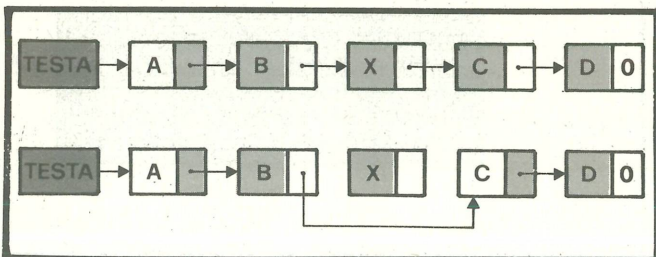
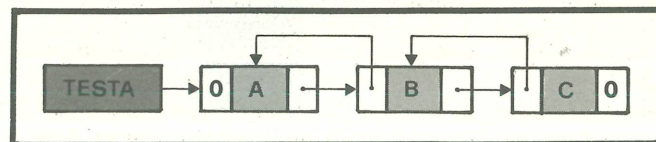

Figura 5 - La lista prima e dopo l'eliminazione dell'elemento X.
Figura 6 - Lista bidirezionale.
- **Figura 5:** cancellazione di un elemento X da una lista. Un'ulteriore possibilità della struttura a lista è la lista bidirezionale, cioè in cui ogni elemento contiene 2 puntatori, uno all'elemento seguente e uno a quello precedente (v. Figura 6). La ricerca di una particolare registrazione avviene scorrendo la lista della testa fino a trovare l'elemento desiderato. Per la gestione degli elementi cancellati e di quelli liberi per poter essere utilizza-